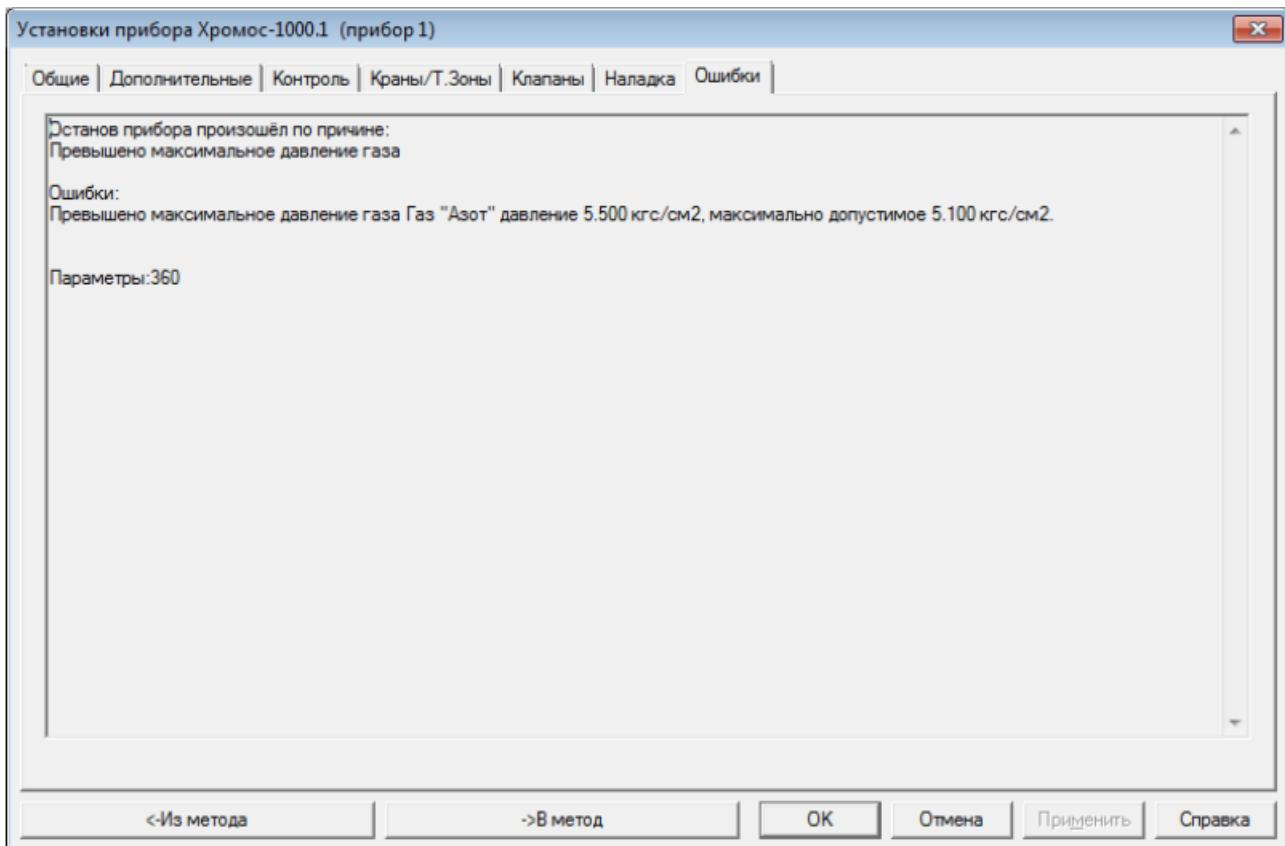

Рис. 104: Окно «Установки прибора > Ошибки»
2. В окне Установки прибора выберите вкладку Ошибки (Рис. 104). Отчёт указывает, на каком РГП выявлено превышение давления.